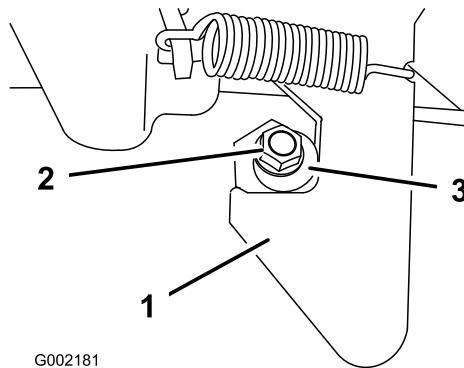

Figura 54
- Desaperte a porca de bloqueio na extremidade do perno do trinco (Figura 54).
- Rode o perno do trinco para a direita até encostar à zona de gancho do trinco (Figura 54).